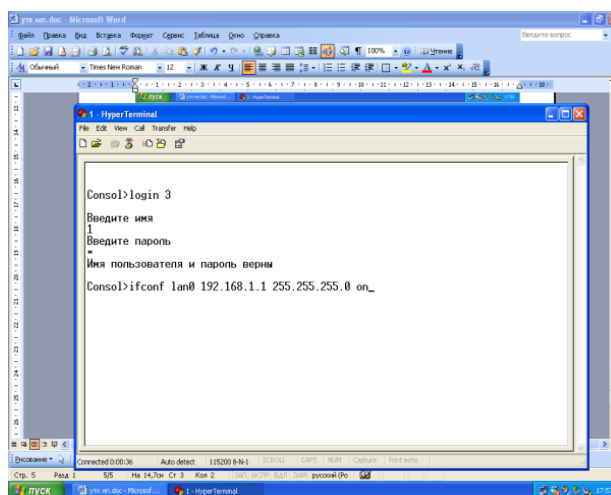

Рис. 10
7. Набрать команду: *ifconf lan0 192.168.10.1 255.255.255.0 on*, нажать *Enter* (рис. 10).